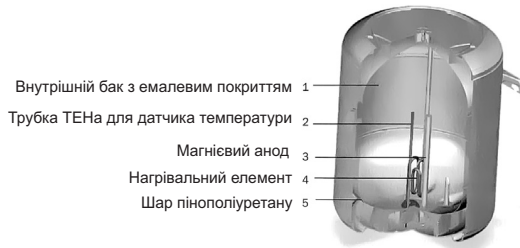

Рис. 1. ЕВАД **Classic** в розрізі та його складові частини
Індикатор нагрівання показує умовний рівень температури води у середині робочого бака Градування індикатора умовне і для точного виміру температури води у баці не призначене. Магнієвий анод (рис.1) забезпечує додатковий захист внутрішнього бака від корозії, а також, в значній мірі, запобігає виникненню накипу на ТЕНі. Взаємодія катіонів магнію з солями, що розчинені у воді, до утворення пухкого накипу, що осідає на дно і легко усувається при чищенні бака.
1. Чищення внутрішнього бака водонагрівача від накипу (рис. 1).
2. Чищення фланця нагрівального елемента від накипу (рис. 1).
3. Заміни магнієвого анода (рис. 1).